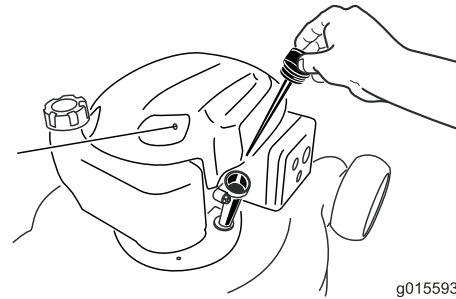

Figura 5
2. Togliete l'asta di livello (Figura 5).